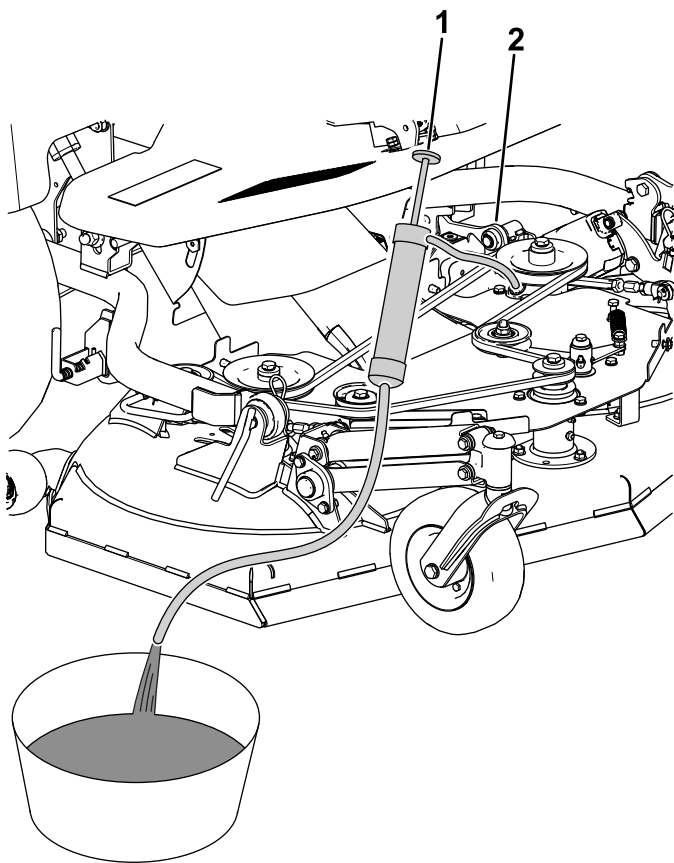

Figura 96
3. Usando un sifone, estraete l'olio dalla scatola ingranaggi (Figura 96).